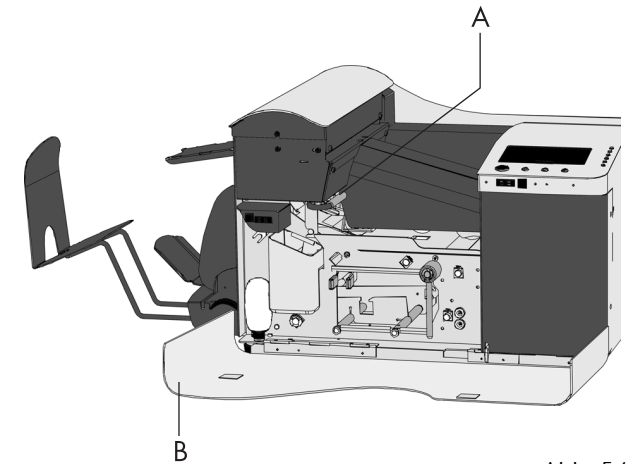

Abb. 54
- Seitenverkleidung B (Abb. 54) öffnen.
- Sperrhebel A (Abb. 54) der Lok anheben und die Lok hochklappen.